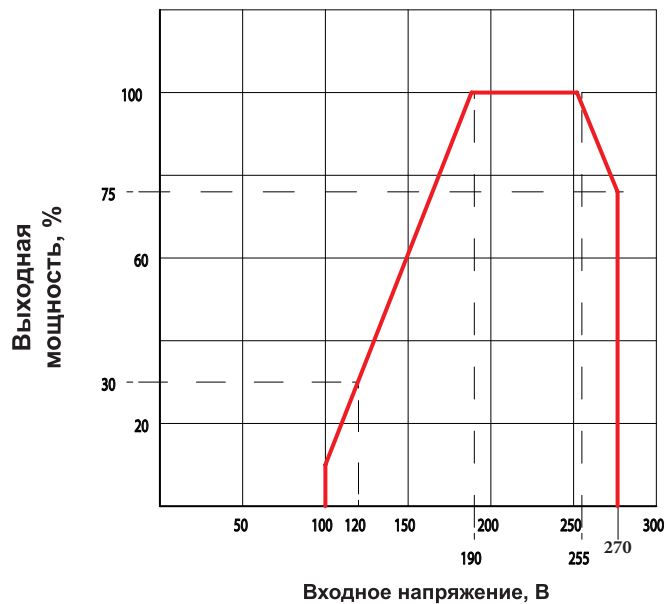

Рис.2
3.3. Общая полная мощность подключаемых к выходной цепи стабилизатора потребителей электроэнергии определяется с учетом зависимости максимальной полной выходной мощности от входного напряжения (Рис. 2) и определенного по пп. 3.2 диапазона входного напряжения.